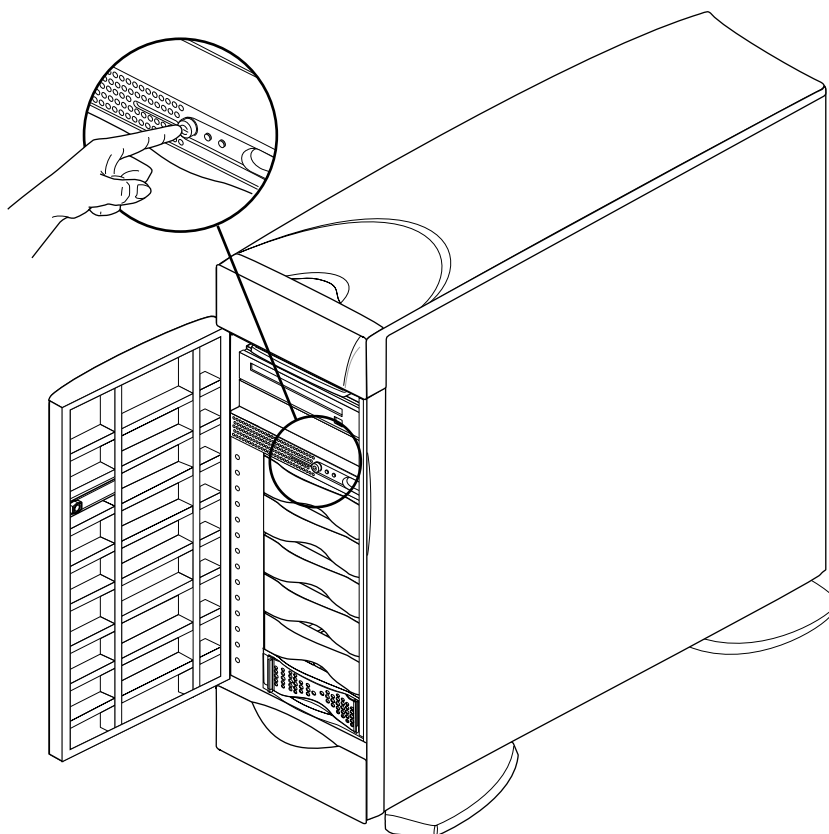

Figure 2-22 Mise en position sous tension du commutateur de mise sous tension
2. A l'avant du système, appuyez sur le commutateur de mise sous tension, comme indiqué au Figure 2-22